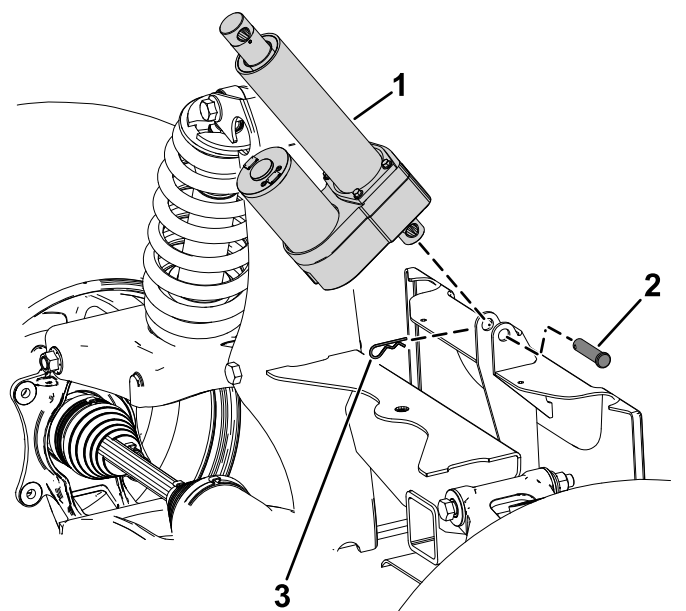

Figure 6
1. Fixez le vérin de levage sur le support arrière du cadre à l'aide d'un axe de chape et d'une goupille fendue (Figure 6).